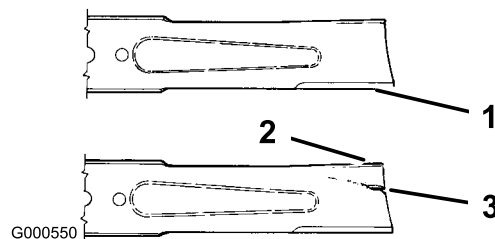

Figura 37
1. Inspeccione los filos de corte (Figura 37). Si los bordes no están afilados o tienen mellas, retire las cuchillas y afílelas; consulte Cómo afilar las cuchillas.
2. Inspeccione las cuchillas, especialmente la parte curva (Figura 37). Si observa daños, desgaste o la formación de una ranura en esta zona (elemento 3 en la Figura 37), instale inmediatamente una cuchilla nueva.